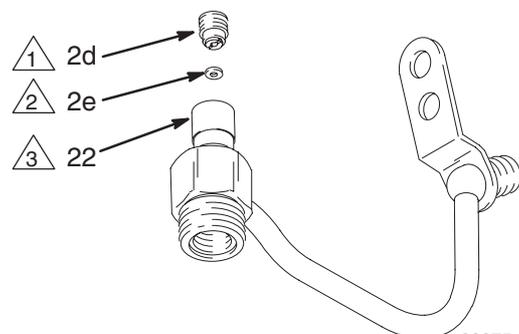

Fig. 13 03975
1. Lubrifique ligeiramente as cavidades internas do alojamento do líquido (22). Instale o vedante pequeno (2e) de forma a que os rebordos fiquem voltados para a cavidade do alojamento do líquido. Instale o retentor do vedante (2d) e aperte a 3,4–4,5 N.m. Ver Fig. 13.